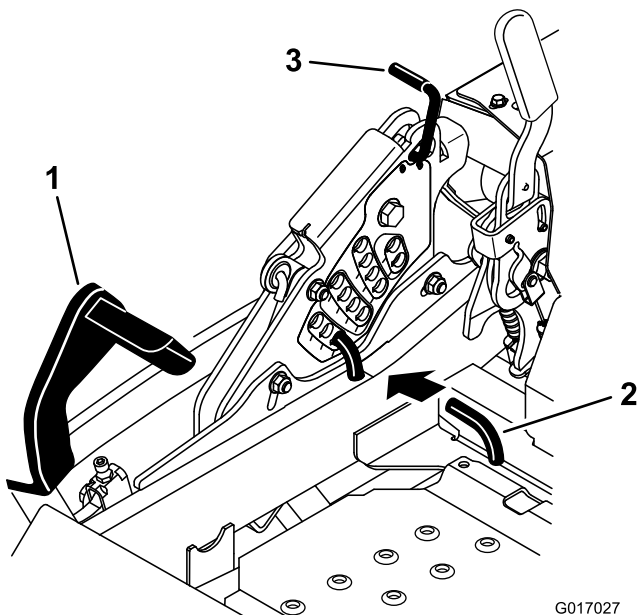

Figure 26
2. Appuyez sur la pédale de relevage du tablier avec le pied et relevez le tablier en position de transport (qui est aussi la position de hauteur de coupe de 140 mm [5-1/2 po]) (Figure 26).
3. Pour changer de hauteur de coupe, retirez la goupille fendue et l'axe de chape du support de hauteur de coupe (Figure 26).
4. Placez la goupille dans le trou du support correspondant à la hauteur de coupe voulue (Figure 26).